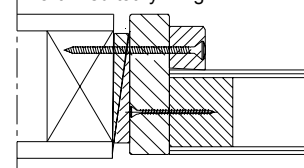

Fig 4.
2) Kontrollera diagonalmått när ena sidan är fastskruvad (Fig. 4).